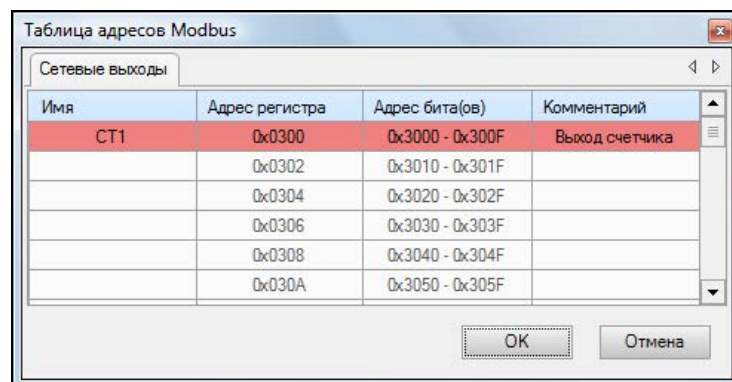

Рисунок 3.12 – Выбор адреса сетевой переменной в таблице Modbus
**Шаг 3** – в появившемся диалоговом окне выбирается адрес сетевой переменной и нажимается кнопка «ОК». Также в данном окне можно ввести имя и комментарий к сетевой переменной, рисунок 3.12.